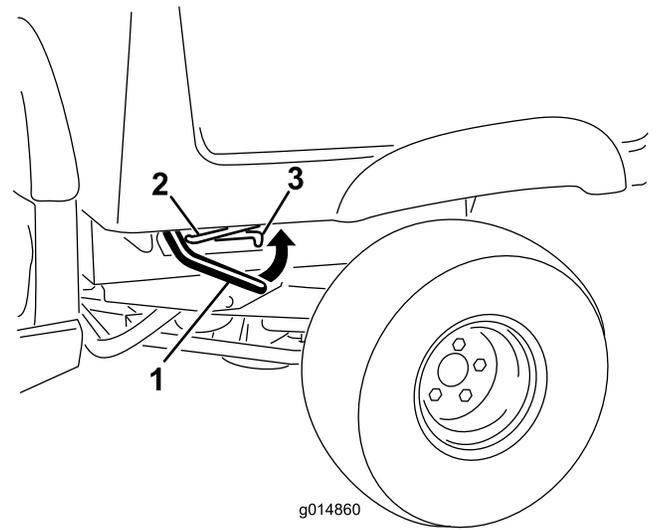

Bild 10
1. Heben Sie den Riegel an, um die Staubox etwas anzuheben (Bild 10).
2. Schieben Sie die Stützstange aus der Auskerbung heraus (Bild 10).
3. Senken Sie die Staubox ab, bis sie fest verriegelt ist (Bild 10).
1. Heben Sie den Hebel an beiden Seiten in der Nähe der vorderen Kante der Staubox an und heben Sie die Staubox an (Bild 10).
2. Ziehen Sie die Stützstange in die hintere Arretierung am Ende des Schlitzes im linken Rahmen der Maschine, um die Staubox zu befestigen (Bild 10).